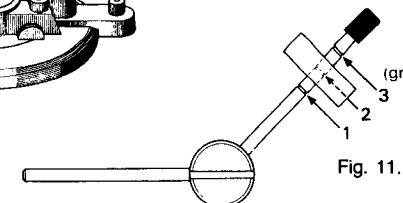

Fig. 11.
(Fig. 11,12.) Réglage sur 2 grammes.
- Das Antiskating-Gewicht auf der Zugstange bis zu derjenigen Kerbe schieben, die der am Ausgleichsgewicht eingestellten Auflagekraft entspricht, bei 2 Gramm also bis zur Kerbe «2». Dann die Zugstange von der Haltefeder lösen (siehe Fig. 11 & 12).
- Het dwarsdrukcompensatie-gewicht verschuiven en instellen op dezelfde waarde als de naalddruk. Het staafje uit de veer nemen (fig. 11 en 12). Instelling op 2 g.